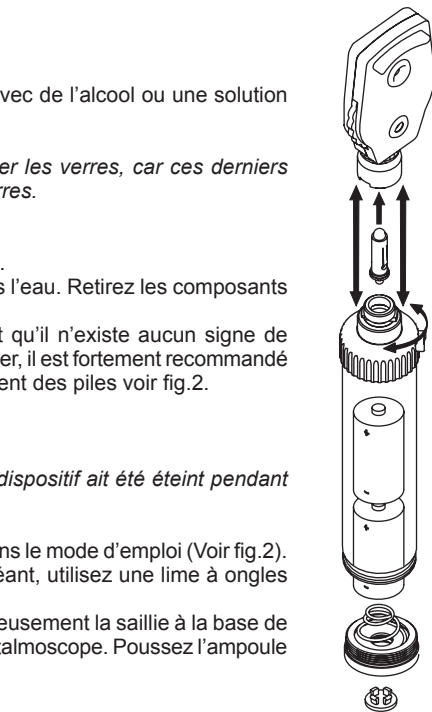
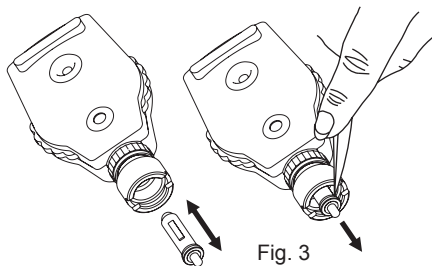

Fig. 2
Fig. 3
Vérifiez régulièrement l'état des piles, en vous assurant qu'il n'existe aucun signe de corrosion ou d'oxydation. S'il est nécessaire de les remplacer, il est fortement recommandé d'utiliser de nouvelles piles alcalines. Pour le remplacement des piles voir fig.2.
Retirez la tête de l'ophtalmoscope tel que recommandé dans le mode d'emploi (Voir fig.2). Saisissez l'embout de fermeture et retirez-le (le cas échéant, utilisez une lime à ongles ou un objet similaire) (Voir fig.3)
- Une fois ouvert, insérez les piles en respectant les polarités (voir fig.2).